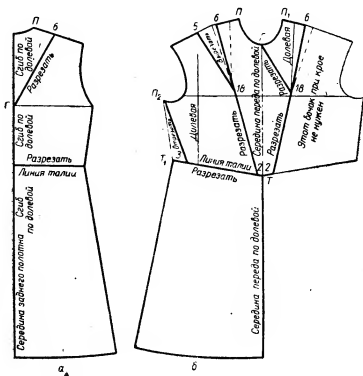

Рис. 213. Нанесение линии фасона платья с настрочной вставкой:
**С п и н к а.** По линии талии наносят линию разреза (рис. 213, а). От точки П вправо по линии плеча откладывают 6 см. Точку 6 соединяют по линейке с точкой Г.
**П о л о ч к а.** Выкройку переда лифа берут в развернутом виде и по линии талии наносят линию разреза (рис. 213, б).